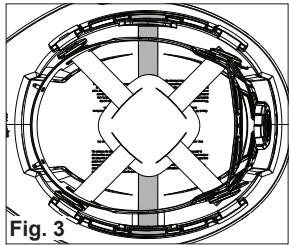

Fig. 3
2. Line up the two middle latches and press them in securely (Fig. 3). Repeat on both sides of the hard hat. Pull on the suspension to ensure it is locked in.
2. Aligner les deux loquets centraux et appuyer sur eux d'une façon sécuritaire (Fig. 3). Répéter ces étapes pour les deux côtés du casque de protection. Tirer sur la suspension pour vérifier qu'elle soit bien verrouillée.
2. Alinee los dos pestillos centrales y presiónelos fijamente (Fig. 3). Repita estos pasos en ambos lados del casco. Jale la suspensión para asegurarse de que esté bien fija.